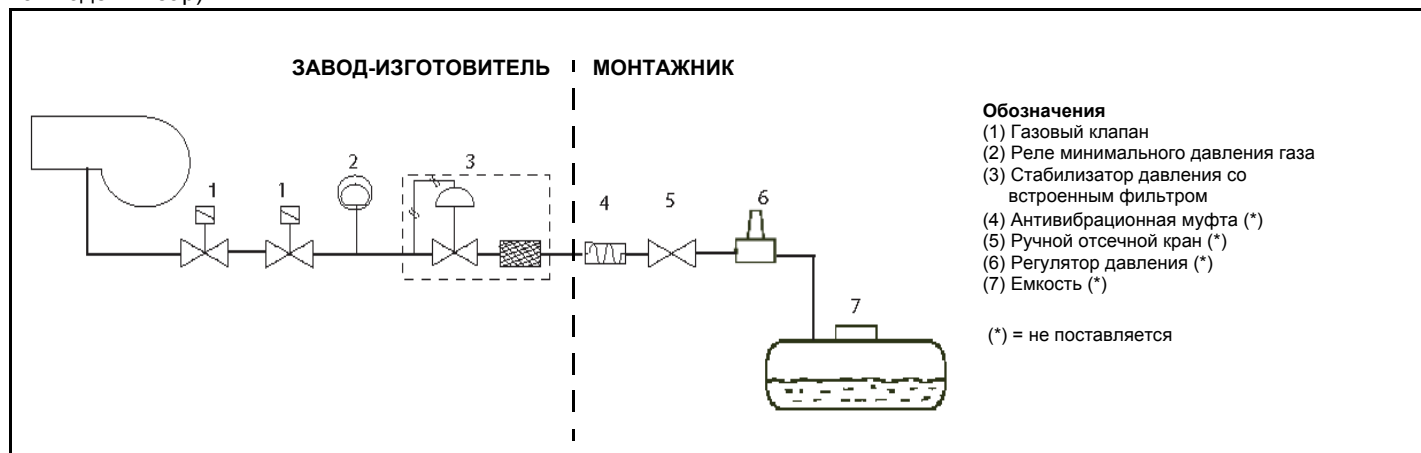

Рис. 3
**ВНИМАНИЕ:** после монтажа газовой ramпы согласно схеме на Рис. 3, необходимо провести тестирование на герметичность газового контура, согласно требований действующих нормативов.